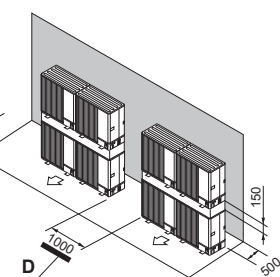

Abb. 2-21
- (7) Anlagen in gestapelter Anordnung (Abb. 2-21)
D: Freiraum (Abb. 2-21)